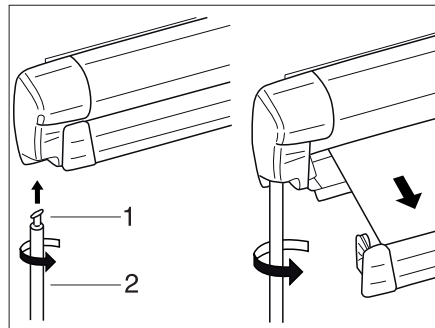

Bild 36 Markise
- Haken (Bild 36,1) der Kurbelstange (Bild 36,2) in die Getriebebohle einhängen und um 90° drehen.